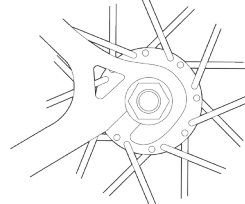

fig. 13
6. Bij een snelspanner (Quick Release), draait u de spanhendel omhoog in de GESLOTEN stand (fig. 11a). De hendel moet nu evenwijdig aan de staande of liggende achtersvork staan en moet naar het wiel toe gepositioneerd staan (fig. 13).